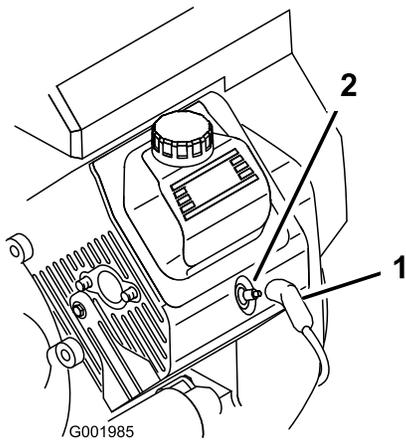

Figura 51
- Staccate il cappellotto dalle candele (Figura 51).
3. Collegare i cappellotti alle candele (Figura 51).